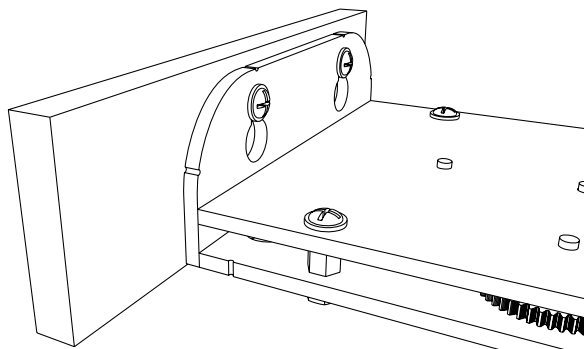

Рисунок 4.
- Вертикальной поверхности (*рис. 4*).